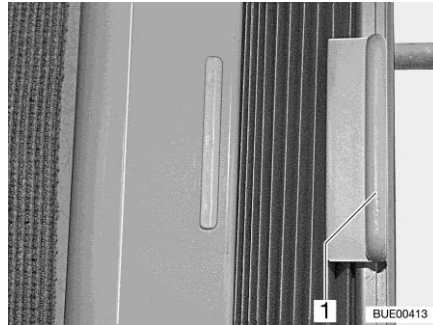

Bild 37 Faltverdunklung
- Faltverdunklung am Griff (Bild 37,1) halten und nach links oder rechts schieben.